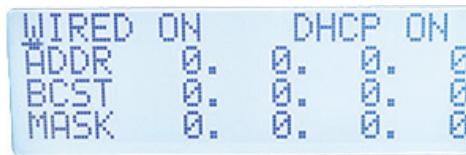

Abbildung 4-2 Menü DHCP
4. Drücken Sie die Bestätigungstaste (), um die Auswahl zu bestätigen und das Menü DHCP (Dynamic Host Configuration Protocol) anzuzeigen (Abbildung 4-2 auf Seite 65).